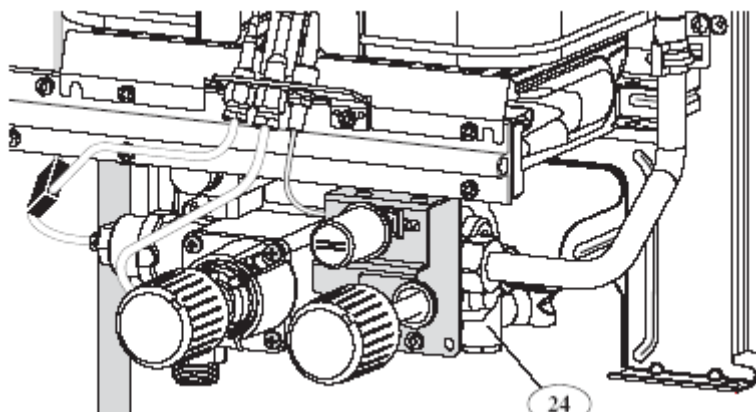

Рис. 14
- Відверніть пробку дренажу **24** (рис. 14).